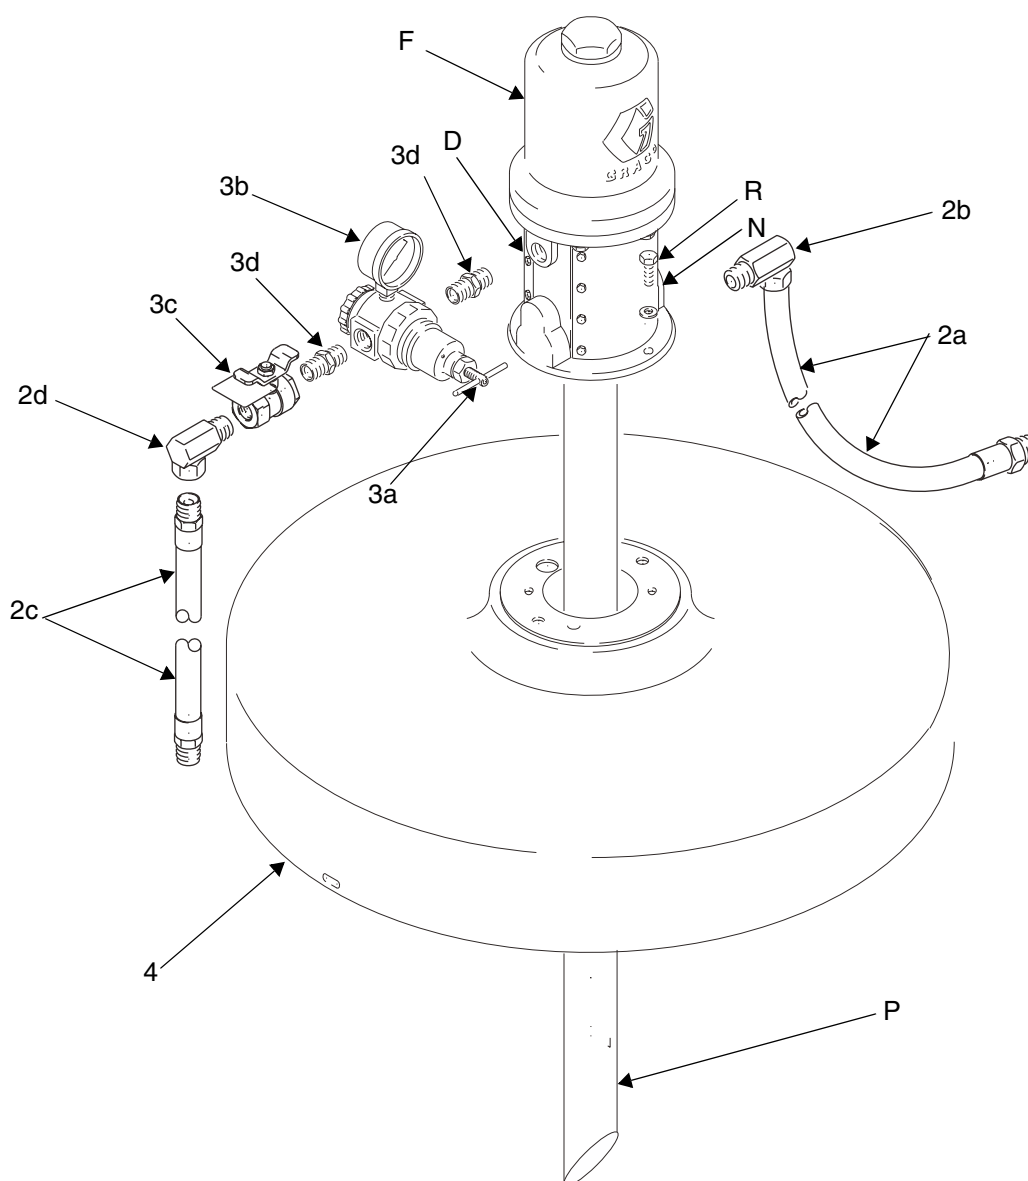

FIG. 6
1. Pour 246906, couper le tube (P) suivant un angle de 45° pour adapter la longueur du tube à la taille du fût. Une fois le tube mis en place, son extrémité pointue doit se trouver à env. 25 mm du fond du fût. Pour les modèles 225642 et 225782, la taille du tube d'aspiration est adaptée au fût.
2. Installer le couvercle (4) sur un fût de 208 litres. Monter la pompe (F) sur le couvercle à l'aide des vis (R) fournies. Voir FIG. 6.
3. Monter le kit régulateur d'air (repères 3a à 3d) sur l'entrée d'air de la pompe (D) comme indiqué. Utiliser de la colle à filetage et bien serrer toutes les pièces.
5. Appliquer de la colle à filetage sur la partie mâle du raccord tournant de 1/2 npt (2b). Visser le raccord sur la sortie produit de la pompe (N).